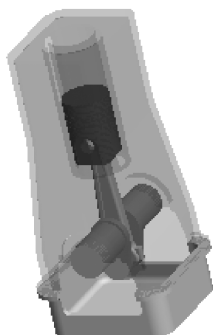
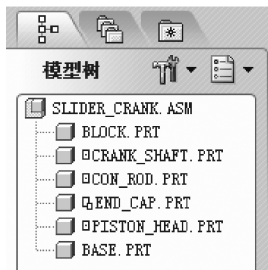
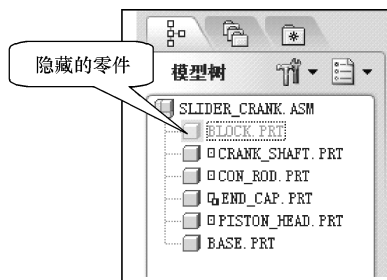
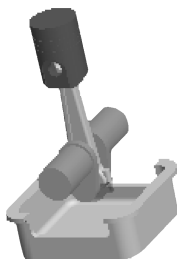

图 9-60 原装配体
图 9-61 装配体模型树
图 9-63 隐藏零件后的模型树
图 9-64 隐藏零件的模型
(1) 打开文件“……\例题\第 9 章\lit9-4\slider_crank.asm”，模型如图 9-60 所示，图中所有文件都处于显示状态，其模型树如图 9-61 所示。
(3) 按下鼠标右键，在弹出的快捷菜单中选择【隐藏】选项，模型树如图 9-63 所示，图形区选中的零件被隐藏，如图 9-64 所示。
(4) 在模型树选择被隐藏的零件“BLOCK.PRT”。
(5) 按下鼠标右键，在弹出的快捷菜单中选择【取消隐藏】选项，模型树回到图 9-61 所示的样子，模型显示如图 9-60 所示。